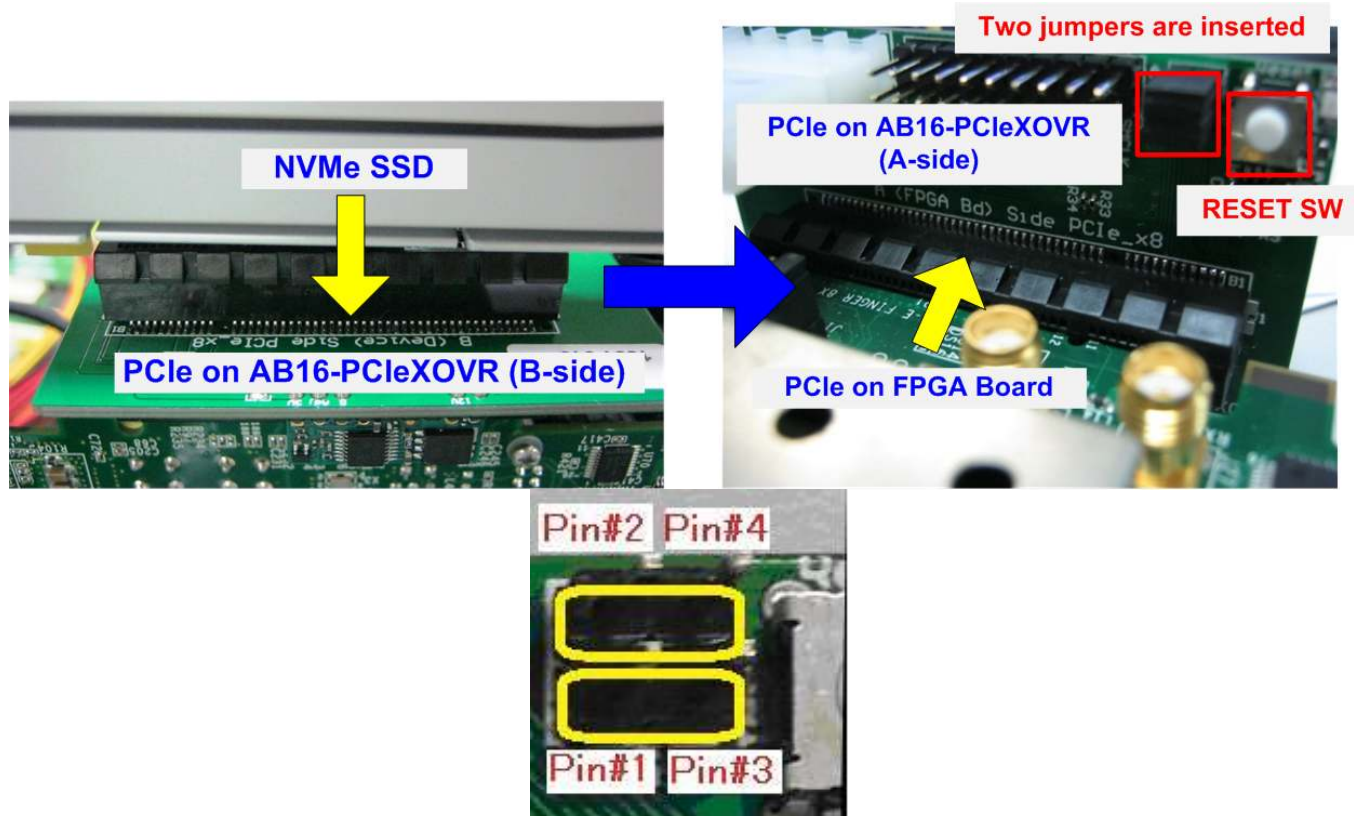

図 2-5: FPGA 評価ボードを AB16-PCIeXOVR アダプタ部品面(A)側に装着、J5 の 1-3 間と 2-4 間をショート
- 4) 図 2-5 のように、AB16-PCIeXOVR アダプタ基板の部品面(A)側の PCIe ソケットに Xilinx 評価ボードを接続します。また、アダプタ基板の J5 にて Pin#1-3 間および Pin#2-4 間にジャンパ・ソケットを挿入します。